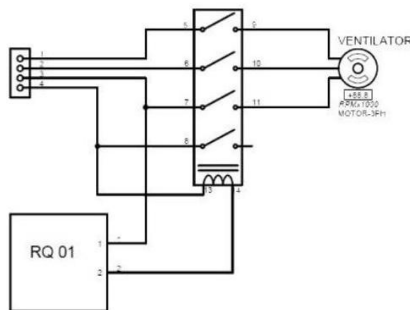

Рис. 3
5.5. Электрическая схема подключения теплоventилиатора к однофазной сети на рис 2. Электрическая схема подключения теплоventилиатора к трехфазной сети на рис.3